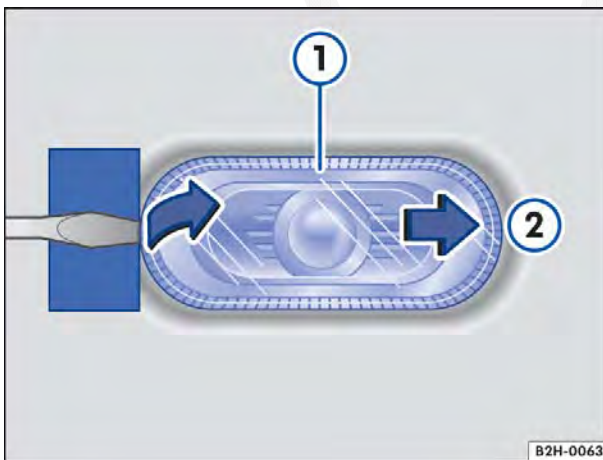

Fig. 177 Desinstalar a lanterna lateral dos indicadores de direção.
2. Posicionar a chave de fenda das ferramentas de bordo com a lâmina plana no lado da lanterna lateral do indicador de direção que aponta para a traseira do veículo ⇒ Fig. 177 ⇒